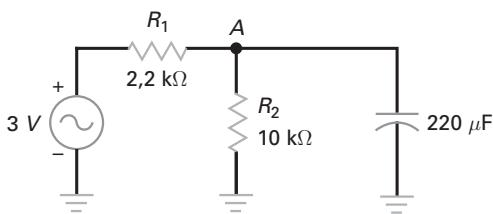

Figura 8-32
- 8-5** Na Figura 8-32, qual é o menor valor da frequência para que o capacitor de desvio funcione adequadamente?
- 8-6** Se a resistência em série mudar para $10\text{ k}\Omega$ na Figura 8-32, qual é o valor da menor frequência para que o capacitor de desvio funcione adequadamente?
- 8-7** Se o capacitor mudar para $47\text{ }\mu\text{F}$ na Figura 8-32, qual é o valor da menor frequência para que o capacitor de desvio funcione adequadamente?
- 8-8** Se a menor frequência de entrada na Figura 8-32 for de 1 kHz , qual é o valor necessário de C para que exista um bom desvio?
8-36 Suponha que você esteja num laboratório testando o circuito da Figura 8-32. Quando você aumenta a frequência do gerador, a tensão no anodo A diminui até que ela se torna muito pequena para ser medida. Se você continua a aumentar a frequência, bem acima de 10 MHz, a tensão no anodo A começa a aumentar. Você pode explicar por que isso acontece?